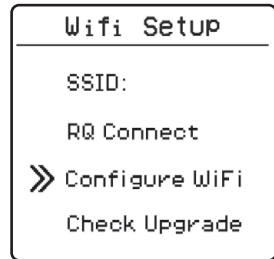

Abb. 15
3. Wählen Sie mit den Pfeil-Tasten den Menüpunkt **Configure WiFi** und bestätigen Sie die Auswahl durch ein kurzes Drücken der Enter-Taste (Abb. 15).